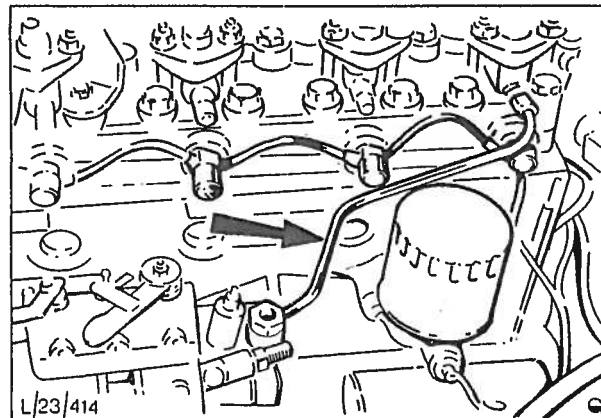

Fig. 51 Demontering av innsprøytningsrør.
3. Kople de tre fremre rørene av fra dysene og fra pumpen. Løsne festklammeret og ta vekk rørene mens det bakre innsprøytningsrøret står tilbake (fig. 51).